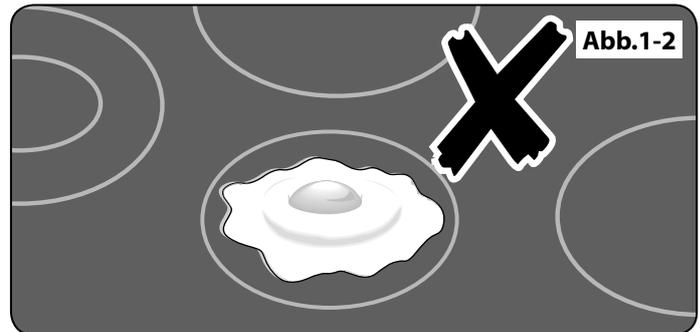

Abb.1-2
- ⚠ Kochen Sie niemals direkt auf der Fläche (Abb.1-2).**